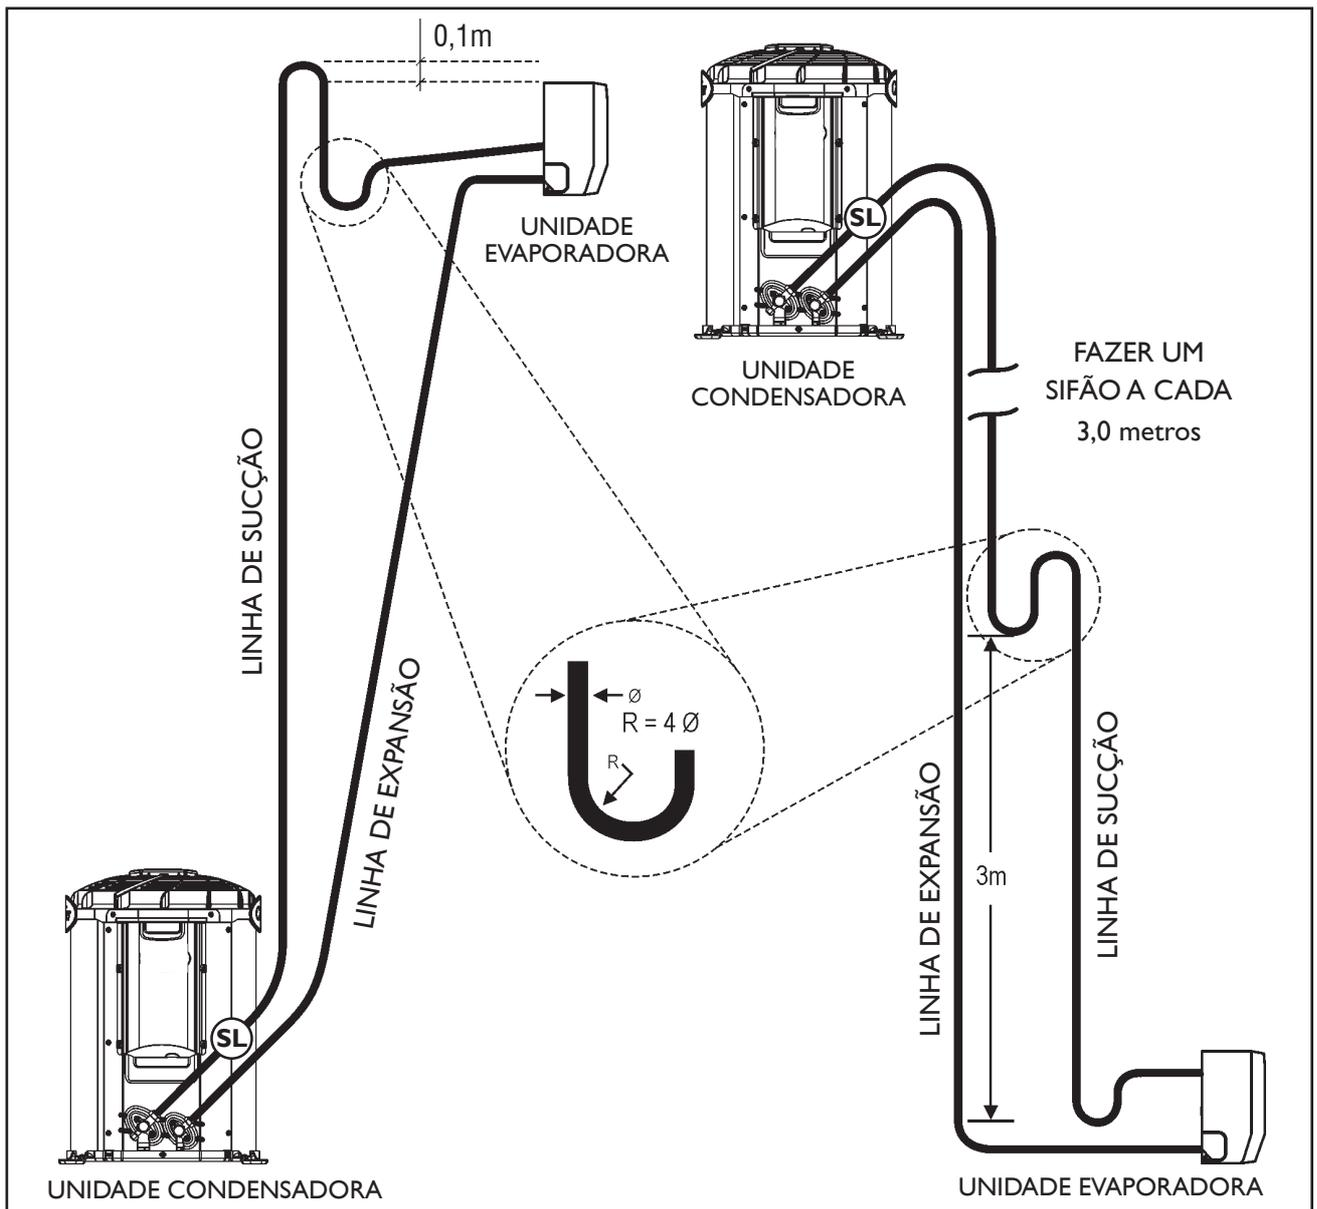

FIGURA 20 - INSTALAÇÃO LINHAS DE INTERLIGAÇÃO
- 3º Inclinær as linhas horizontais de sucção no sentido do fluxo. (Figura 20)
Veja o exemplo e a figura 20 apresentados neste item para compreender melhor como fazer o cálculo.
- 2° Elevar a linha de sucção acima da unidade evaporadora antes de ir para a unidade condensadora (0,1m), quando a unidade evaporadora estiver acima ou no mesmo nível da unidade condensadora. (Figura 20)
- 4° Fazer sifões nas subidas da linha de sucção a **cada 2,5 m**, incluindo a base (saída da evaporadora). Caso o desnível seja menor que 3m faça apenas na base. (Figura 20)
- 5° Inclinær as linhas horizontais de sucção no sentido do fluxo. (Figura 20)
Veja a posição conforme a indicação "SL" na figura 20.